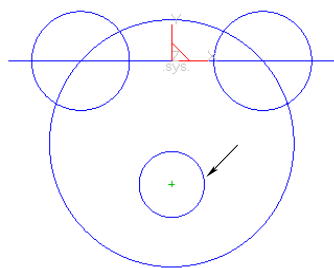

图 8-5 绘制圆
4) 选择下拉菜单“造型”→“曲线生成”→“圆”命令,或者单击“曲线生成”工具栏上的“圆”按钮,选取“圆心_半径”画圆方式,输入坐标(0,-30)作为圆心,绘制半径为 8mm 的圆,如图 8-5 所示。